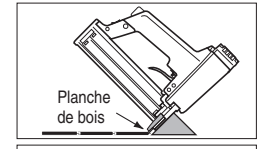

Figure 8
- Régler le compresseur à 480 kPa (70 lb / po²). En cas de dégâts aux languettes, réduire la pression d'air (Figure 8).